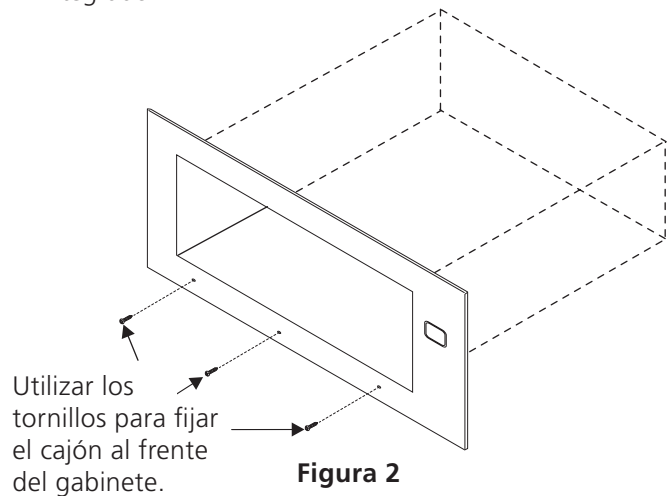

Figura 2
3. Remover el cajón como indica el manual de uso y cuidado asegure el marco contra el gabinete utilizando los tornillos niquelados. (vea la Figura 2). **No apriete demasiado los tornillos.**